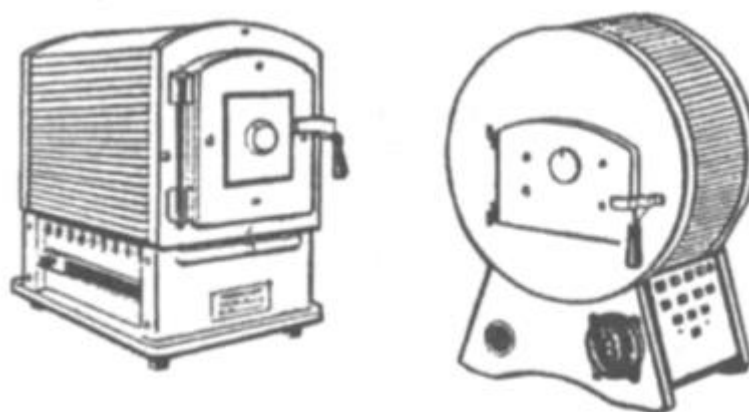

Рис. 32 – Муфельная (или тигельная) электрическая печь.
*Муфельная (или тигельная) электрическая печь* (рис. 32) используется для прокаливания осадков. Обычно применяют печь, которой можно прокалить одновременно от 12 до 25 тиглей с осадками. Температура муфельной (или тигельной) печи может достигать  $800 \div 1200$  °С (и выше). Муфельные печи включают в электрическую сеть через реостат, позволяющий регулировать температуру.